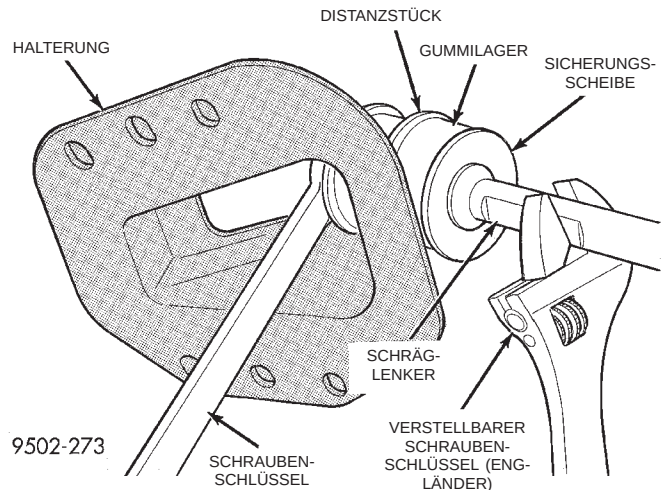

Abb. 49 Schräglenker aus der Halterung lösen
(6) Den Schräglenker von der Halterung abbauen. Mit einem großen verstellbaren Schraubenschlüssel (Engländer) den Schräglenker festhalten und die Befestigungsmutter des Schräglenkers lösen (Abb. 49).